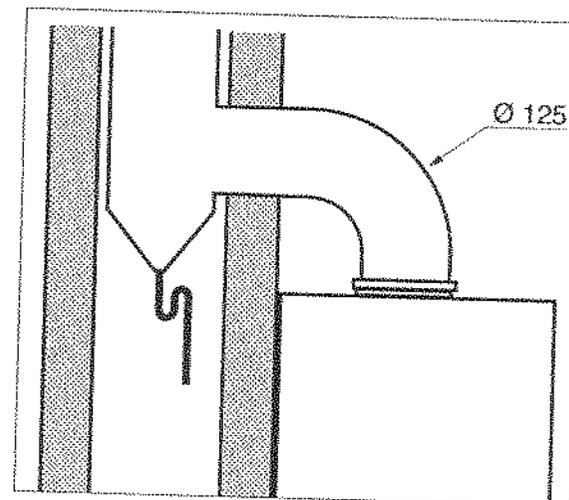

Fig. 7
Evacuation de gaz brûlés (fig. 7)
- Le raccordement est prévu pour emboîtement du tuyau ou du coude à l'intérieur de la buse de sortie de l'antirefouleur de la chaudière (voir fig. 7 page 10).